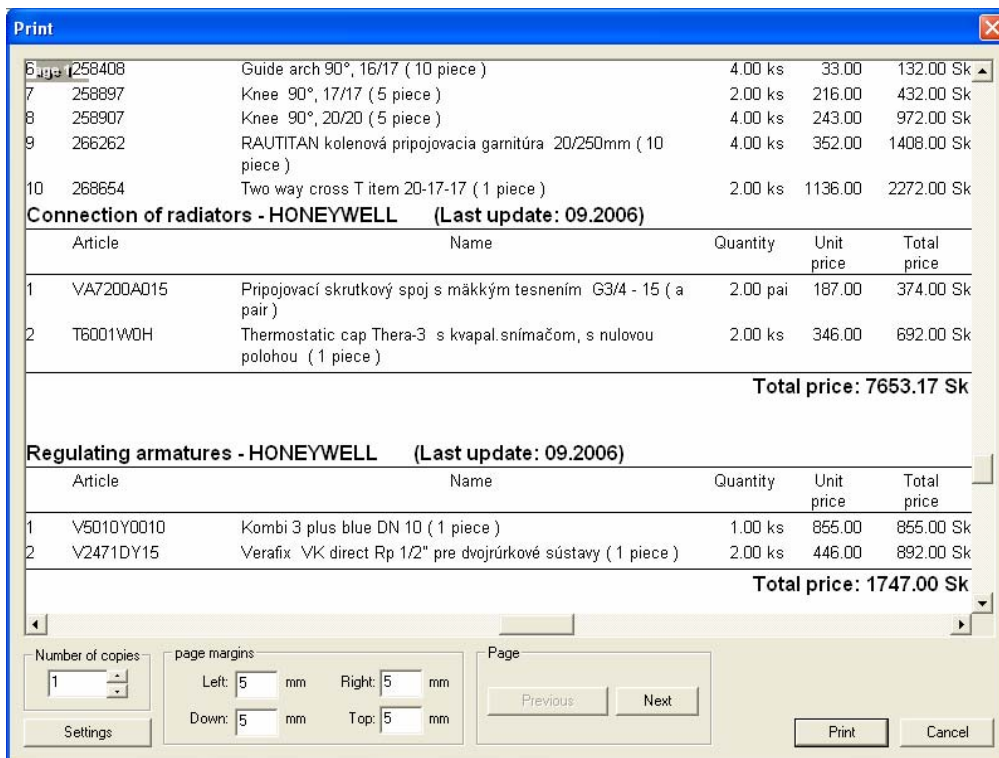

Рис. 3.2-61 Пример выписки спецификации
5. Появится окончательная техническая спецификация проекта, готова к распечатке. (Рис. 3.2-61)